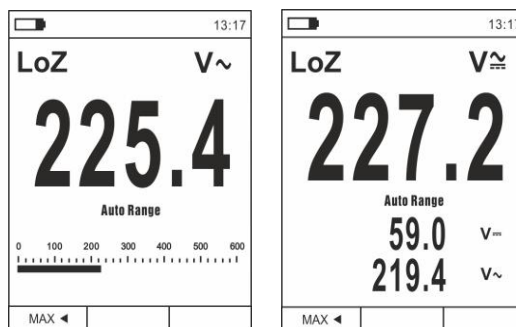

Fig. 10 Descripción medida de Tensión LoZ
2. Pulse la tecla **MODE/VFD** seleccionando los modos "**V~**" o "**V_{AC}**" (ver Fig. 10)